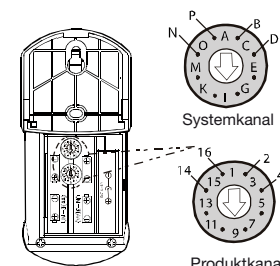

Fig. 2
2. Indstil kanal valg med en skruetrækker. Fig. 2